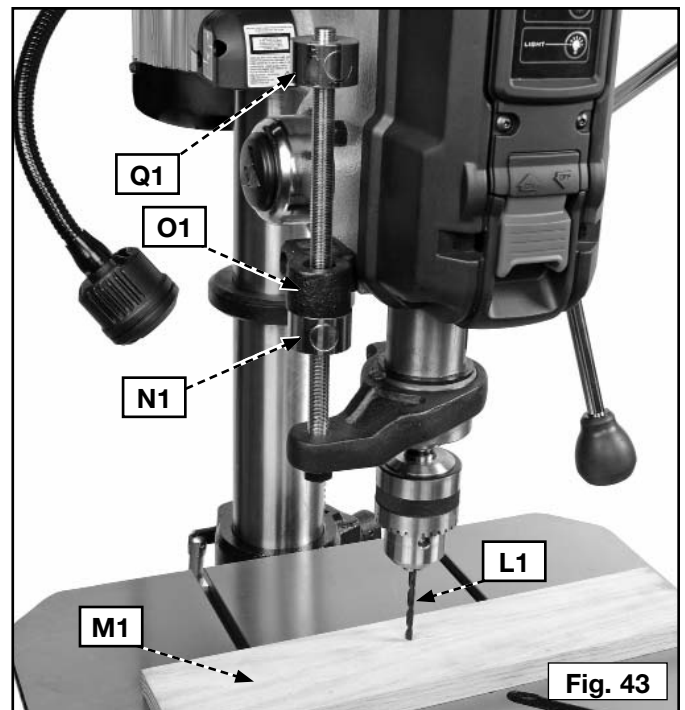

Fig. 43
1. Coloque la broca (L1) en el portabrocas Fig. 43.
2. Baje la broca hasta que toque la pieza de trabajo (M1) Fig. 43.
2. Con el eje en esta profundidad, eleve la tuerca de fijación del eje (N1) Fig. 43 contra el soporte de tope de profundidad.
3. Aún sujetando el husillo, baje la tuerca de tope de profundidad (Q1) Fig. 43 contra el soporte de tope de profundidad.
4. Baje la tuerca de fijación del eje (N1) Fig. 43 para despejar el camino.
5. Conecte la máquina a la fuente de suministro eléctrico y perfore un orificio de prueba para verificar el ajuste. Vuelva a girar la tuerca de tope (Q1) Fig. 43 si requiere de un ajuste fino. No tiene que presionar el botón para girar la tuerca de tope (Q1).